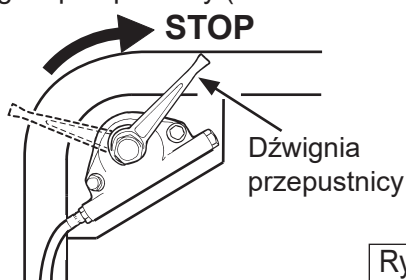

Rys.23
- 2 Przetaw włącznik zapłonu do pozycji OFF, silnik zatrzyma się. (Rys. 23)